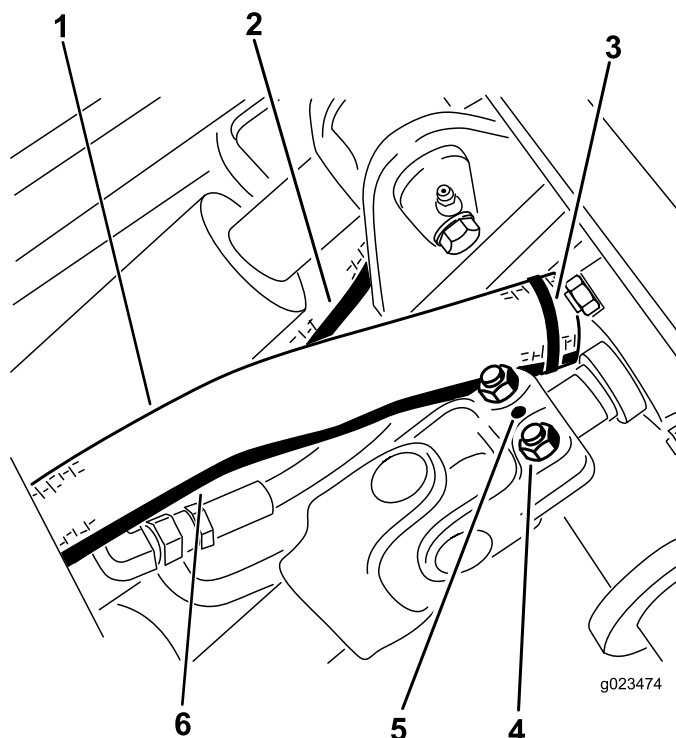

Figura 20
- 7. Instale el pasador cilíndrico (Figura 20).